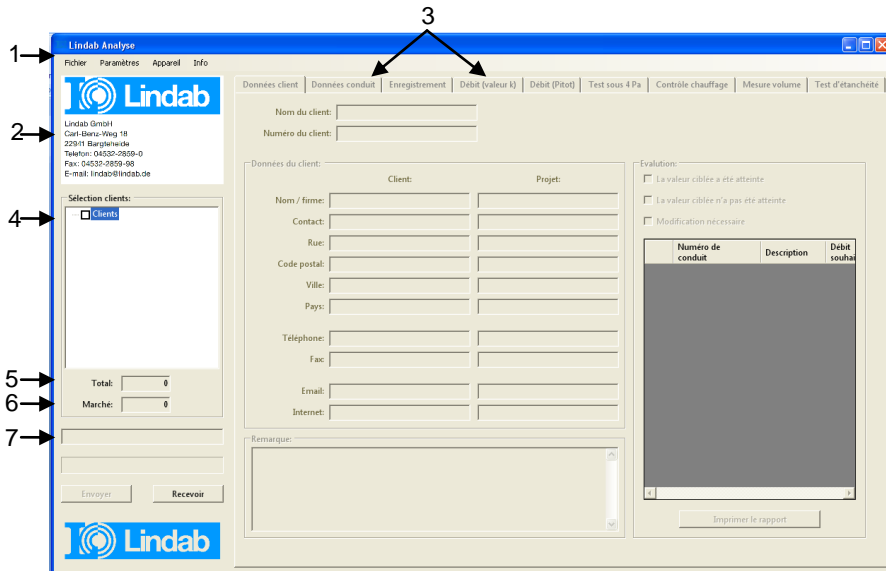

Fig. 3 - Menu principal
- Pour créer un nouveau client, cliquez avec le bouton droit de la souris sur "client" (Fig. 3 indice 4). Un menu déroulant s'affiche avec les options "Nouveau Client" et "Supprimer tous les clients".
- Sélectionnez "Nouveau conduit". L'onglet "Données client" est maintenant actif (Fig. 3 indice 3).
Vous pouvez ajouter le logo de votre société si celui-ci est enregistré en fichier image sur votre ordinateur. Le logo apparaît en haut à gauche de l'interface écran (Fig. 3 indice 2) et en haut à droite dans chaque rapport. Les formats de fichiers compatibles sont .bmp, .jpg et .gif.